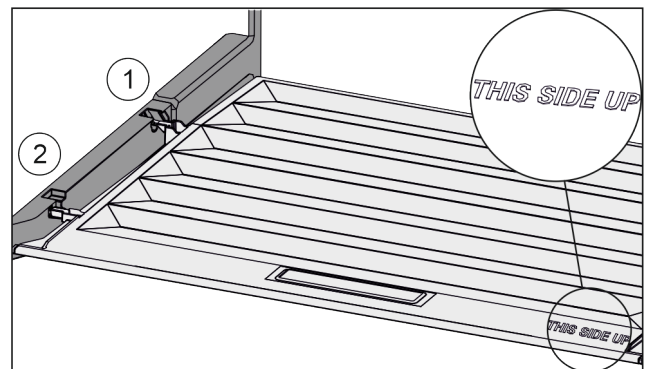

Fig. 41
- ▶ Deckelstege über Öffnung der hinteren Halterung Fig. 41 (1) einführen und vorne in Halterung Fig. 41 (2) einrasten.